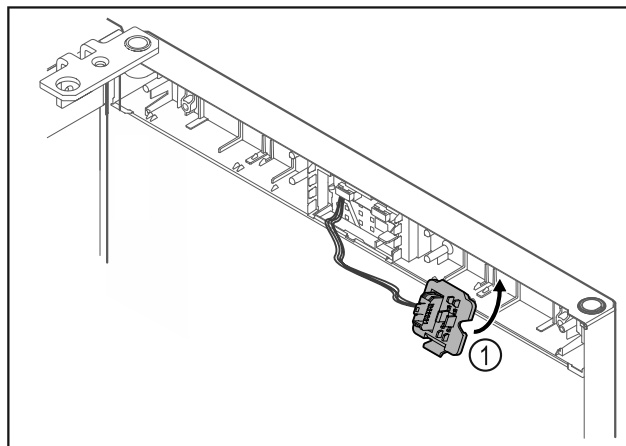

Fig. 15
- ▶ Κουμπώστε το στήριγμα του φινι Fig. 15 (1) στην απέναντι πλευρά.